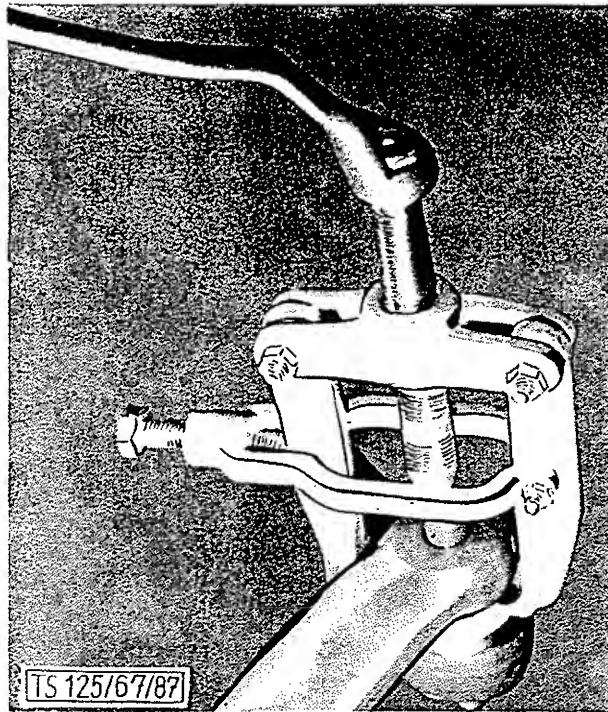

BILD 9: Kugelzapfen mittels Vorrichtung herunterdrücken
5. Lenkschubstange am Lenkhebel lösen. Beim Herausdrücken des Kugelzapfens die Vorrichtung Kukko 204/2 verwenden (Bild 9)